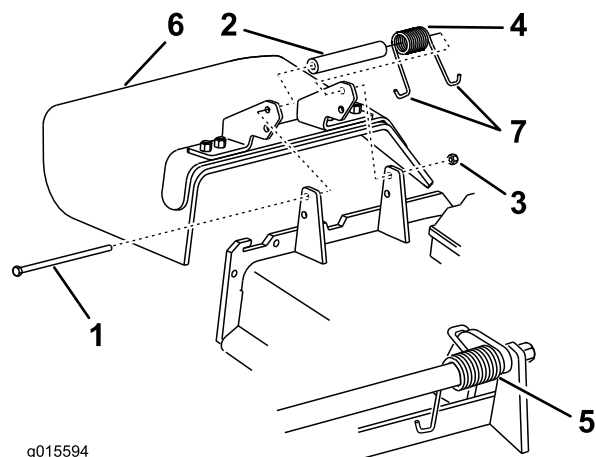

Figura 82
Nota: Verificate che un'estremità **J** della molla si trovi dietro il bordo del piatto di taglio prima di montare il bullone, come illustrato nella Figura 82
3. Montate il bullone e il dado. Infilate un'estremità a gancio **J** della molla attorno al deflettore dello sfalcio (Figura 82).
1. Togliete il dado di bloccaggio, il bullone, la molla e il distanziale che fissano il deflettore alle staffe orientabili del tosaerba (Figura 82). Togliete il deflettore di sfalcio se è danneggiato o consumato.